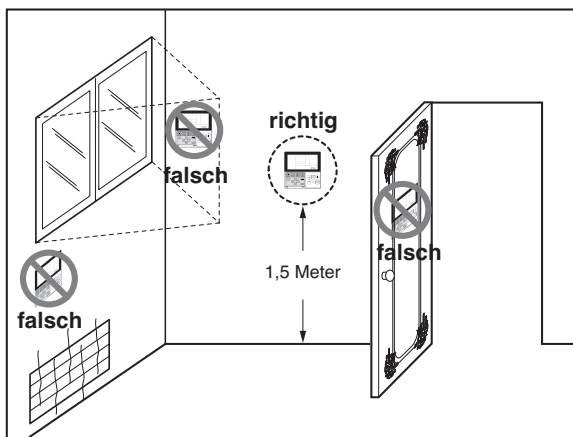

Abb. 1, Typische Montageorte für die Fernbedienung
- Diese Fernbedienung besitzt eine LED-Anzeige mit sieben Segmenten. Zur korrekten Darstellung der LEDs auf der Fernbedienung sollte diese ordnungsgemäß montiert werden (s. Abb. 1). (Die normale Höhe beträgt 1,2 bis 1,5 m über dem Boden)